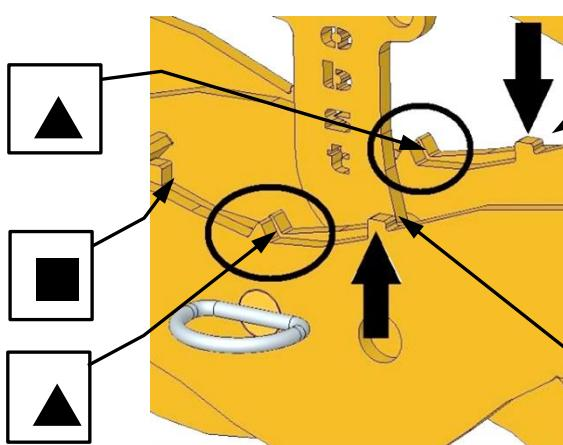
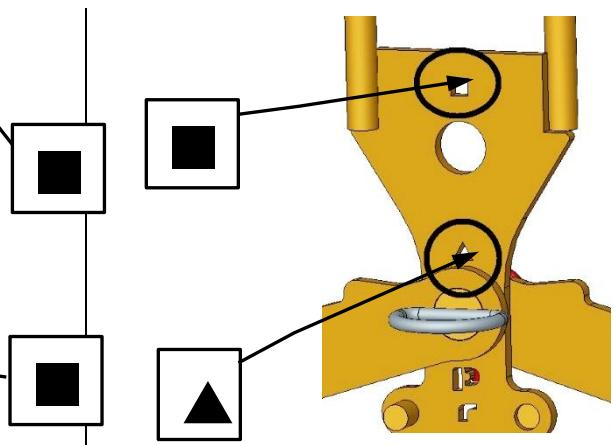

Fig. 2
Fig. 3
- Pour régler cette position d'ouverture, les repères carrés ■-des bras de préhension (au centre de l'appareil) doivent être **superposés** (Fig. 2) et le repère ■ du *crochet de blocage* (2) doit être positionné au dessus de la *goupille de sécurité* (8) (Fig. 3).
- Pour procéder au réglage de l'ouverture, il faut retirer la goupille de sécurité (6) ainsi que la goupille de sécurité (8).